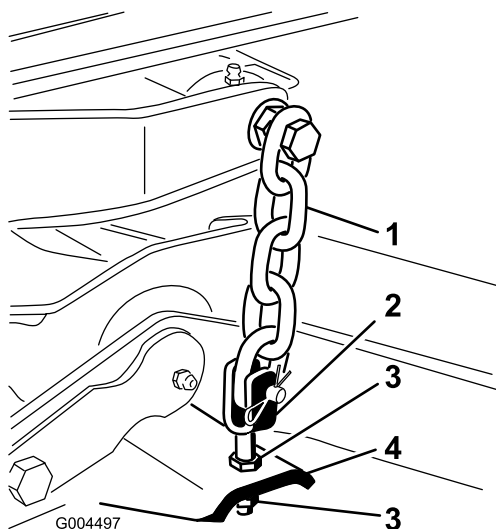

Figura 24
8. Regolate i controdati che fissano le forcelle/catene del tosaerba al tosaerba, fino a livellare il tosaerba (Figura 24).
7. Regolate i controdati che fissano le forcelle/catene posteriori del tosaerba per sollevare la parte posteriore del tosaerba in modo che il passo sia impostato a 8 mm (Figura 24).